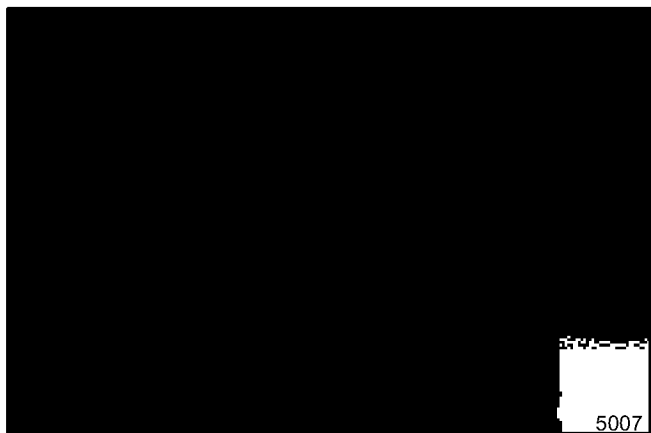
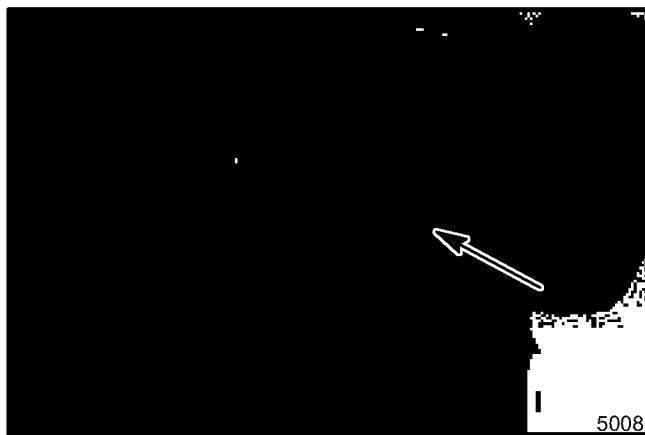

Figura 4. Instalación de las Correas de Propulsión del Enrollador
Figura 5. Instalación de la Protección de la Correa
7. Retire la protección de la correa (refiérase a la figura 5). Posicione el enrollador para permitir la instalación de las tres correas de propulsión en la polea del enrollador (vea la figura 4).
10. Instale la protección de la correa debajo del marco. Asegúrela con un tornillo 5/16–18 x 3/4 y una arandela de seguridad (vea la figura 5).